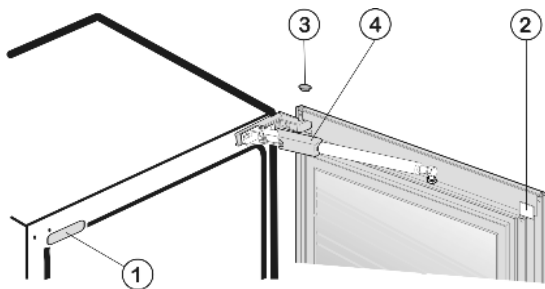

Fig. 3
- ▶ Soulever le cache Fig. 3 (1) et le cache Fig. 3 (2) et le bouchon Fig. 3 (3).
- ▶ Pousser vers l'arrière le cache de l'amortisseur de fermeture Fig. 3 (4) et l'enlever.
- ▶ Mettre en place le cache Fig. 3 (4) de l'amortisseur de fermeture et le glisser vers l'avant.